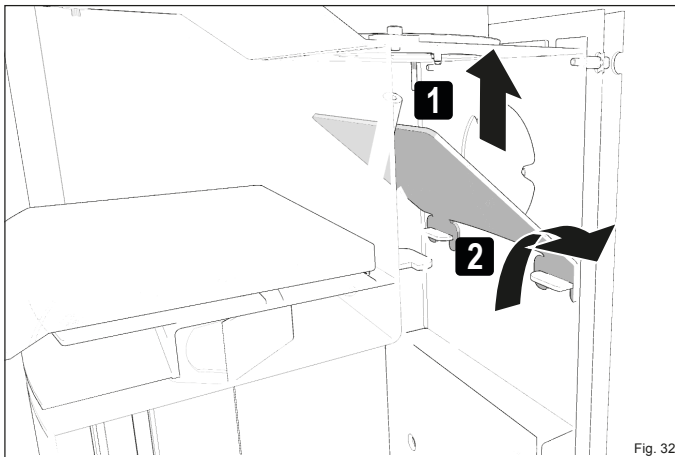

Fig. 32
- ▶ Libérez vers le haut le déflecteur acier supérieur (Fig. 32)